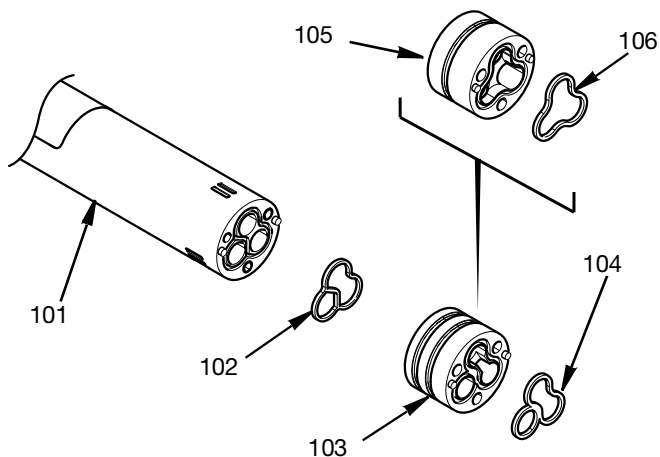

FIG. 28
8. Vložte nové ploché těsnění adaptéru (102) do drážky na čelní straně středního tělesa (101). Zatlačte příslušný adaptér (103/105) na středním tělese, přičemž vyrovnejte otvory pro kolíky adaptéru s polohovacími kolíky. Umístěte nové těsnění (104) pro adaptér dvou materiálů (103), nebo těsnění (106) pro adaptér jednoho materiálu (105). Viz FIG. 28.